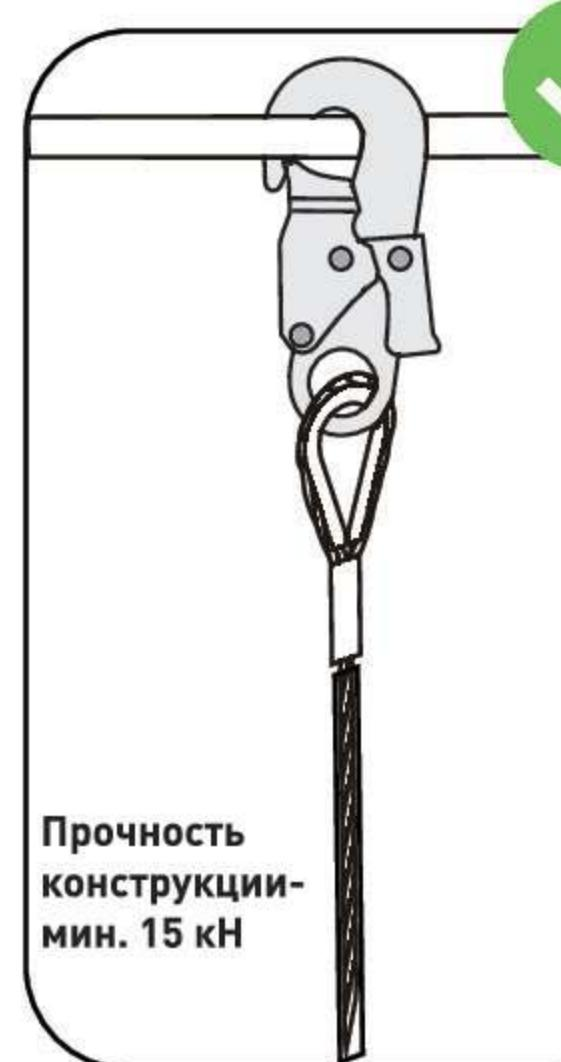
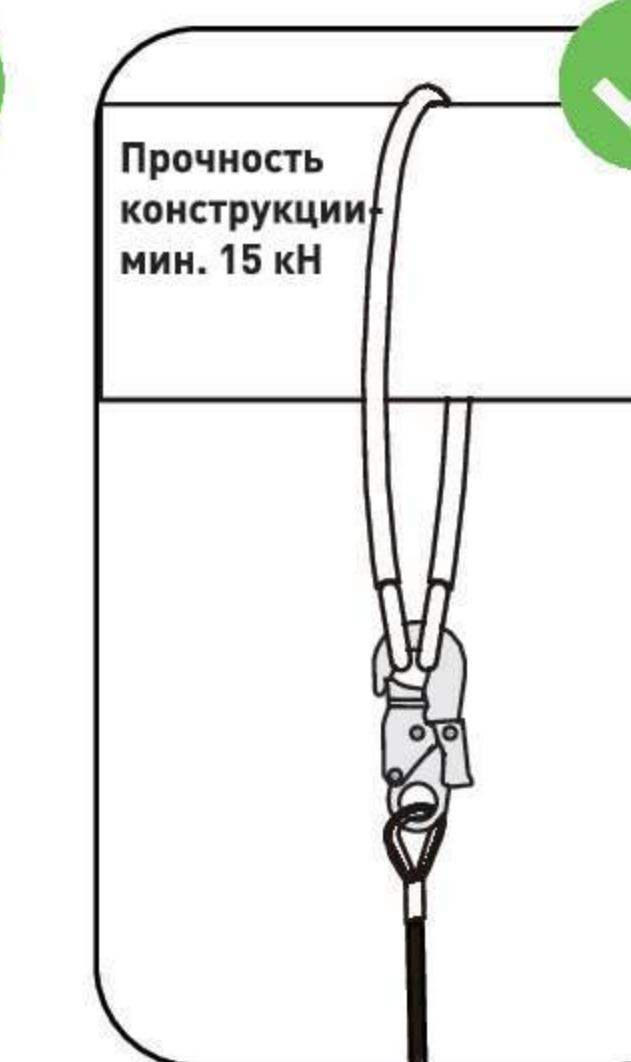

рис. 6
рис. 7
- Вторым карабином присоединитесь к конструкции напрямую (рис. 6) либо канкерному устройству (например, к петле, рис. 7).